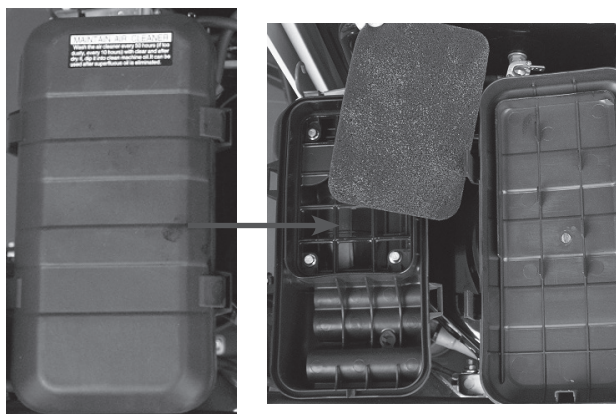

Рис.10
1. Отожмите защелку и снимите крышку воздушного фильтра (Рис.10).